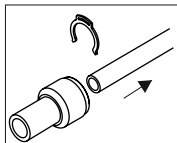

Abb. 3
- 3) Ziehen Sie den Schlauch aus (Abb.3).